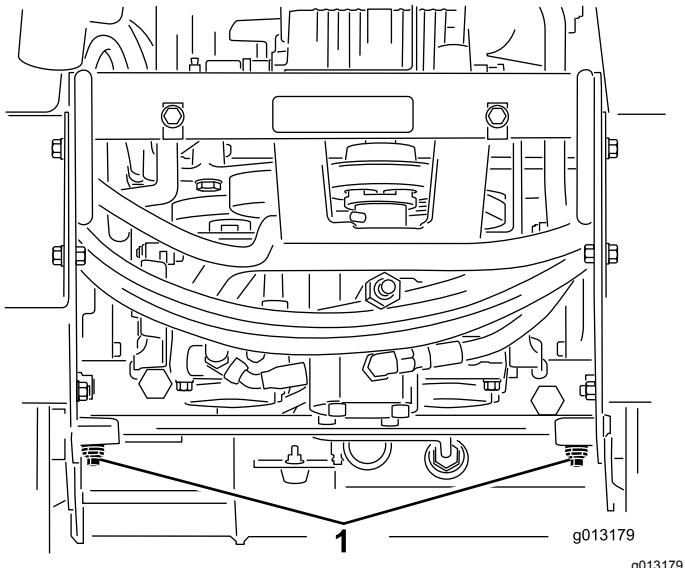

Figure 18
4. À l'aide d'une clé, donnez deux tours dans le sens antihoraire aux vannes de remorquage situées sur les pompes hydrauliques (Figure 18).